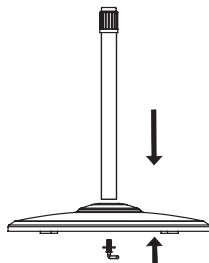

Fig.2
- 2 Inserire la colonna nel telaio e stringere il dado di plastica. (Se non si riesce a stringere, controllare i dadi sul fondo del telaio) (Fig.2)